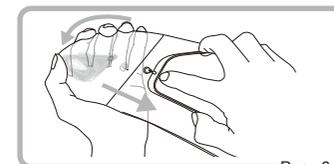

Рис. 6
- 2 Извлеките фирменную линзу Pinlock® из эксцентриков, разгибая визор. (Рис. 6)